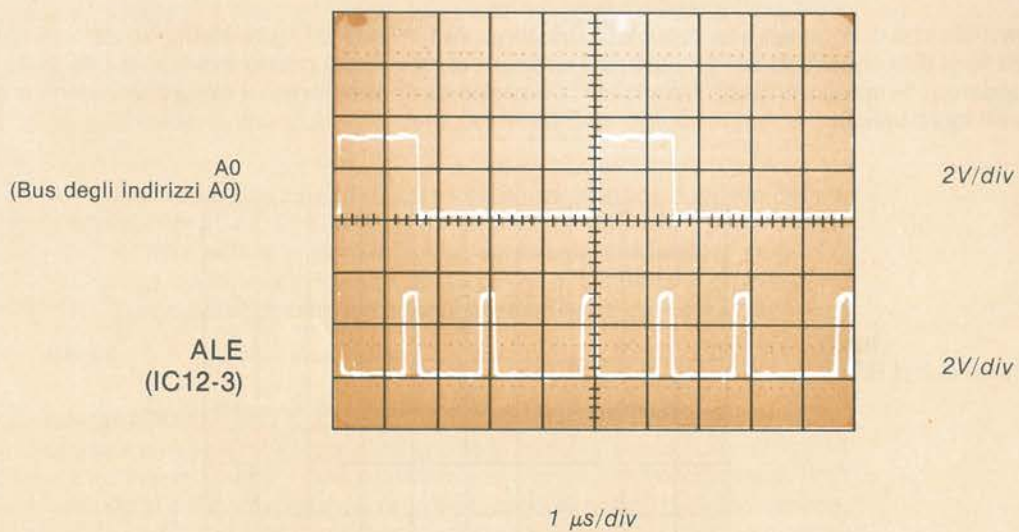

Figura 10-6. Il segnale ALE controlla A0
- H) Collegare il canale A ad A0 e il canale B ad ALE. La Figura 10-6 vi mostra l'immagine che dovrete osservare sullo schermo. Potete vedere che la linea A0 viene modificata solo quando si verifica il fronte di discesa di ALE.